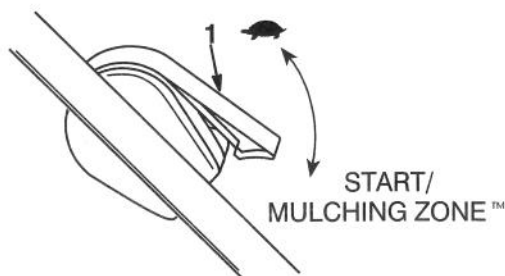

Figure 11
1. Mettre la manette des gaz sur la position START/MULCHING ZONE™ (démarrage/début de la zone de paillage) (Fig. 11).
5. Lorsque le moteur démarre, amener la manette des gaz sur la position désirée (Fig. 11).
1. Amener la manette des gaz sur la position SLOW (Fig. 11).